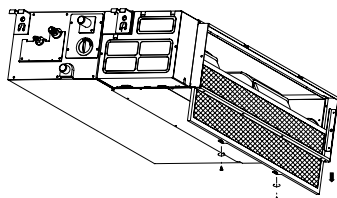
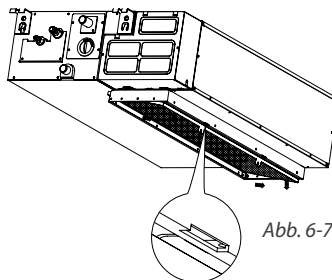

Abbildung 6-6
Abb. 6-7
- Kanalisiertes Hochkompressionsgerät und Kanal-/Deckengerät (flach) Entfernen Sie die beiden Schrauben auf der Rückseite des Kanals, wie in Abbildung 6-6 dargestellt. Ziehen Sie dann das Filtergitter nach unten. Drücken Sie leicht, um den Verschluss aus den Löchern zu lösen, und nehmen Sie den Filter in Pfeilrichtung heraus (siehe Abbildung 6-7).